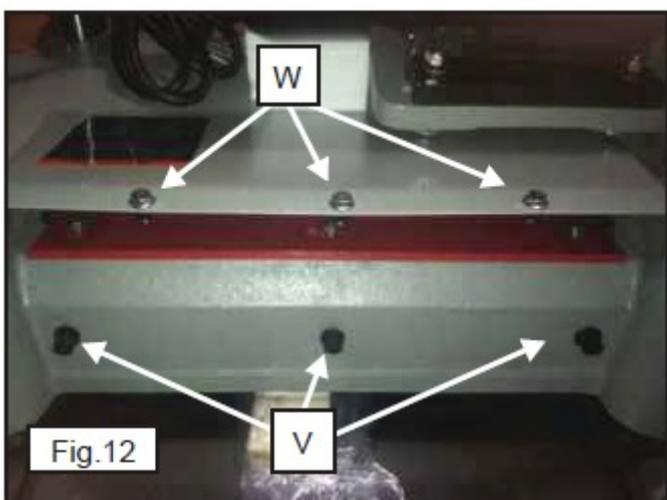

Рис. 12
2. Ослабить болты (V и W), рис. 12, входящим в комплект поставки ключом с открытым зевом на 17 мм и сдвинуть пазы (W) сборника опилок вниз за шайбы. Проверить, чтобы верхняя крышка сборника опилок стояла на верхней части верхней крышки.
4. Затянуть болты (V и W), рис. 12.